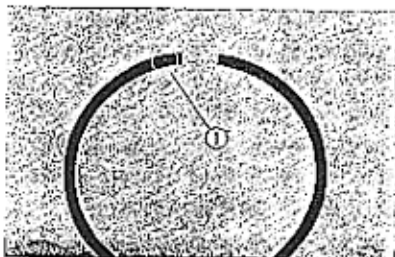

Fig. 3-124 ① Lettera stampigliata.
1. I segmenti vanno montati con la lettera stampigliata su di essi rivolta verso l'alto (Fig. 3-124).